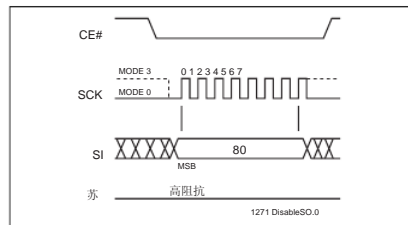

图8: D **ISABLE 苏 作为 HARDWARE RY/BY# 期间 AAI P AGC软件**
该8-bit命令, 80H, 禁用串行输出 (SO) 忙状态输出引脚在AAI-Word-program歌剧tion并返回SO引脚输出软件现状寄存器数据在AAI字编程. (见图8)